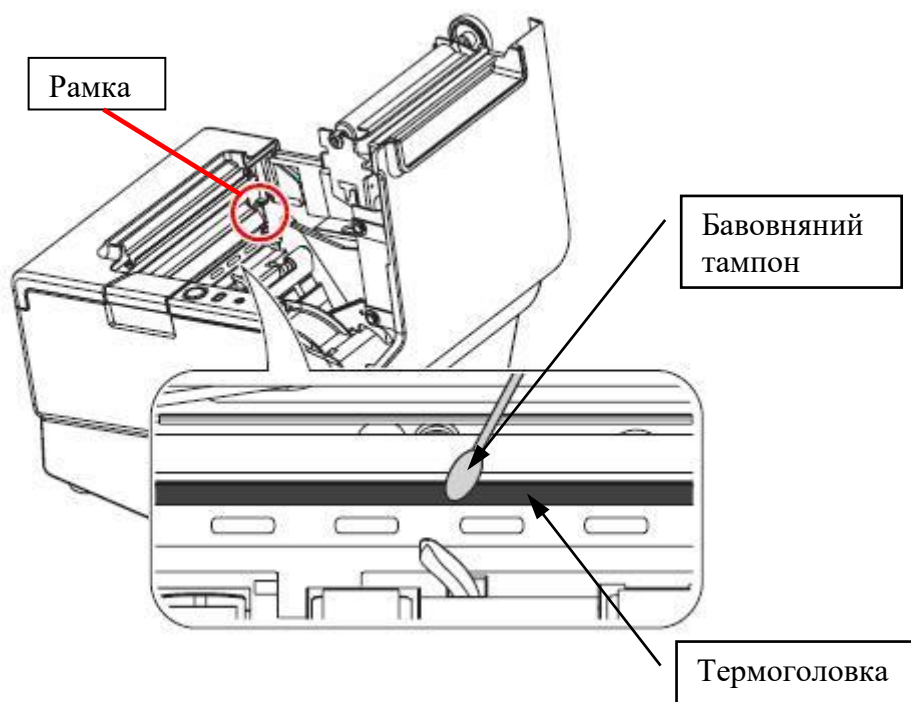

Рисунок 9 – Очистка термоголовок реєстратора.
- почистити термоголовки бавовняним тампоном (рисунок 9), змоченим розчинником на спиртовій основі (етиловим, метиловим або ізопропиловим спиртом);